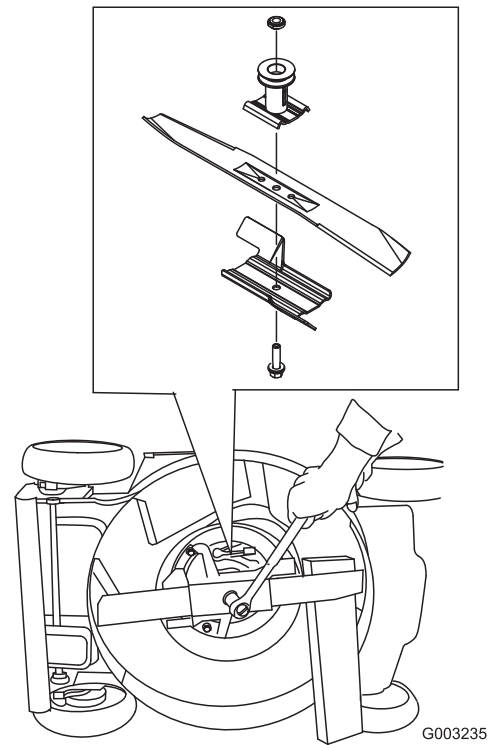

Bild 44
3. Stabilisieren Sie das Messer mit einem Holzblock (Bild 44).